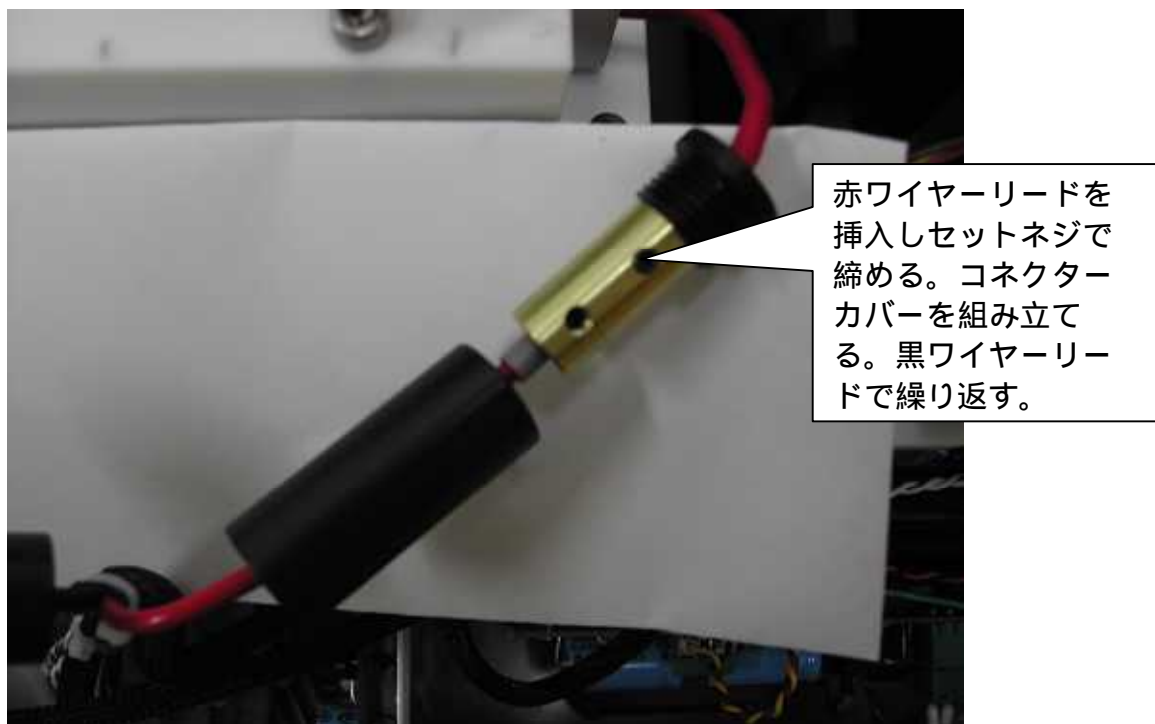

図 36
- 黒赤のリードワイヤーをそれぞれのコネクタに取り付けアレンネジを締めてください。赤黒リードワイヤーでエンドキャップを主プラスチックコネクタボディに締め付けてください。図 36